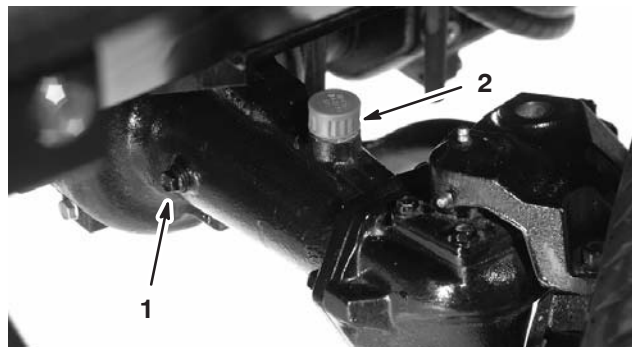

Bild 8
2. Entfernen Sie eine Prüfschraube aus einem Ende der Achse (Bild 8) und stellen sicher, dass der Schmierstoff die Unterseite des Lochs erreicht. Entfernen Sie bei niedrigem Ölstand die Füllschraube (Bild 8) und füllen genug Öl ein, um den Stand bis an die Unterseite der Prüfschraubenlöcher anzuheben.